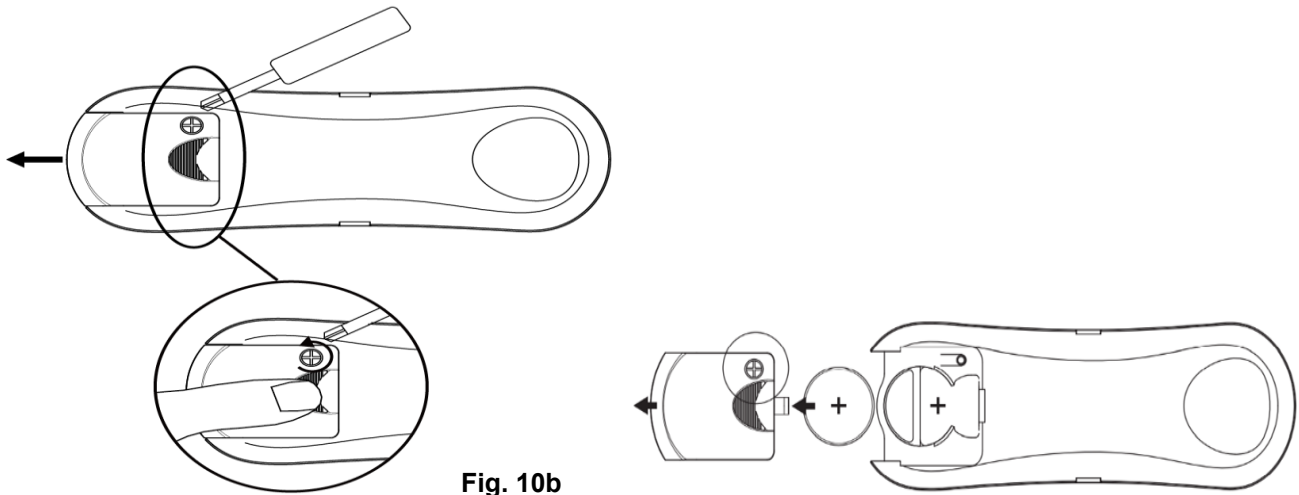

Fig. 10b
2. Schuif het batterijdeksel van de achterkant van de afstandsbediening af om toegang tot de batterij te krijgen (Fig. 10b).